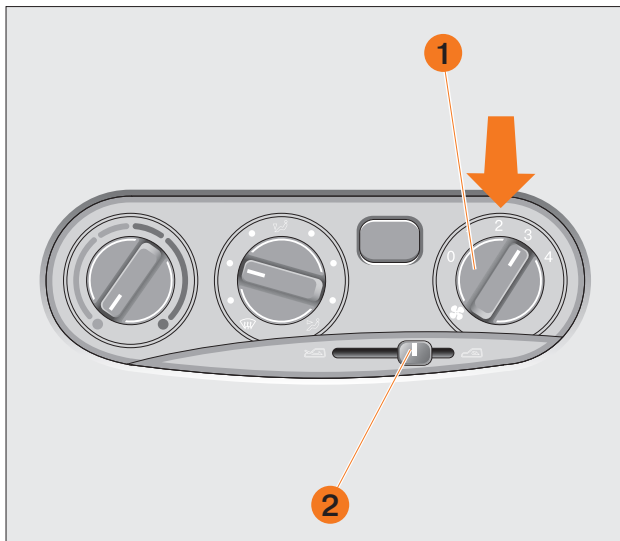
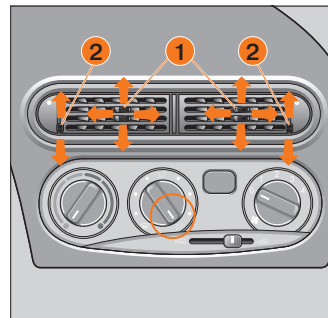
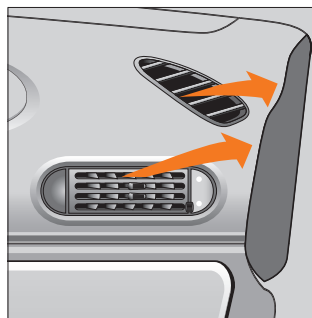
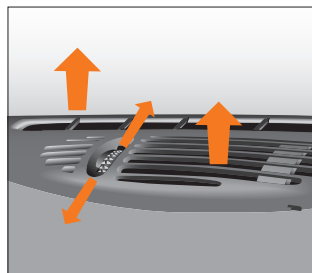

Рис. 53. Правый вращающийся переключатель
Рис. 55. Центральный дефлектор
Рис. 57. Дефлекторы подачи воздуха на стекла передних дверей
Рис. 58. Верхние решетки подачи воздуха на ветровое стекло
**Правый вращающийся переключатель: Обдув (вентилятор) (рис. 53, поз. 1).**
На рис. 53 поз. 2 показан **рычаг управления заслонкой рециркуляции воздуха:**
**Центральный дефлектор** (рис. 55). Направление подачи воздуха регулируются рычагами направляющих лопаток центрального дефлектора **1** путем изменения положения заслонок вверх или вниз, а регулятор интенсивности подачи воздуха **2** открывает или закрывает полностью центральные дефлекторы подачи воздуха. В зависимости от положения температурного переключателя обеспечивается комфортная температура верхнего пространства салона. Для усиления притока воздуха включить вентилятор обдува и установить средний вращающийся переключатель в положение .
Для усиления притока воздуха включить вентилятор обдува и установить средний вращающийся переключатель в положение  (см. рис. 55).
**Дефлекторы подачи воздуха на стекла передних дверей (рис. 57).** Установите рычаг управления заслонкой в крайнее левое положение  (см. рис. 53) и средний вращающийся переключатель (см. рис. 55) в положение .
**Верхние решетки подачи воздуха на ветровое стекло (рис. 58).** Установите рычаг управления заслонкой в крайнее левое положение  (см. рис. 53) и средний вращающийся переключатель в положение .
Обязательно включить вентилятор (см. рис. 53).